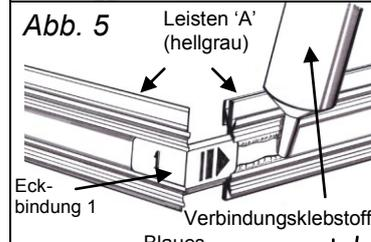

Abb. 5
- Fügen Sie die 45° gewinkelten Enden der hellgrauen Leisten 'A' und der Leisten 'B' wie in **Abb. 5** in den nummerierten Eckbindungsstücken mit Hilfe des Verbindungsklebstoffes zusammen. Lassen Sie den Kleber 5 Minuten ziehen, bevor sie die Leisten an die Wand anbringen. Für die Leisten 'A' wird das Zubehörkleinteil mit der Nummer 1 benötigt, bei den Leisten 'B' die Teile 2 und 3.